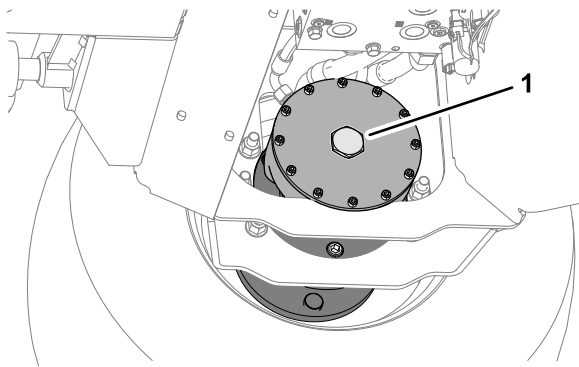

Figure 40
2. Remettez en place le bouchon hexagonal dans la plaque d'extrémité du moteur (Figure 40).
6. Rangez les 2 boulons (12 x 40 mm) et les 2 rondelles (12 mm) dans les longerons de support de la plate-forme (Figure 40).